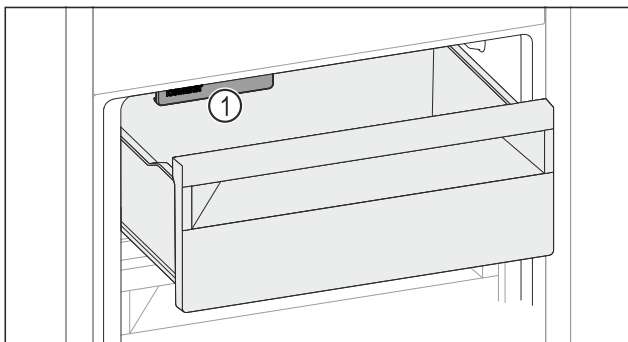

Fig. 132
- Uzmite u obzir IceMaker Fig. 132 (1).